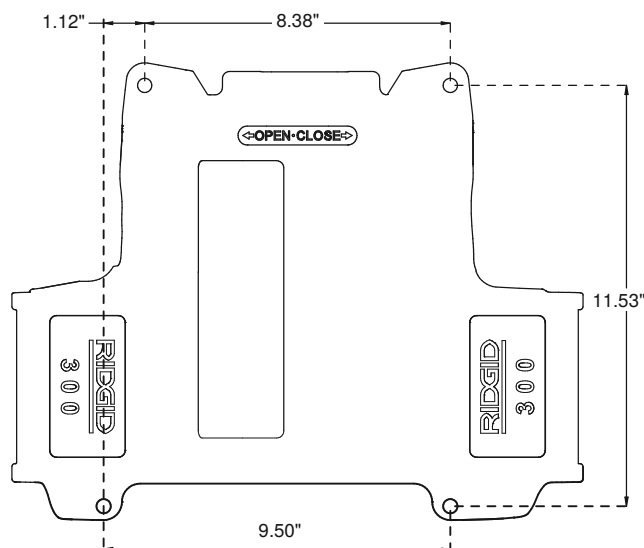

Afbeelding 5 - Baksteun afstellen
- Draai de stelschroef op de achterste baksteen *los* (zie Afbeelding 5).